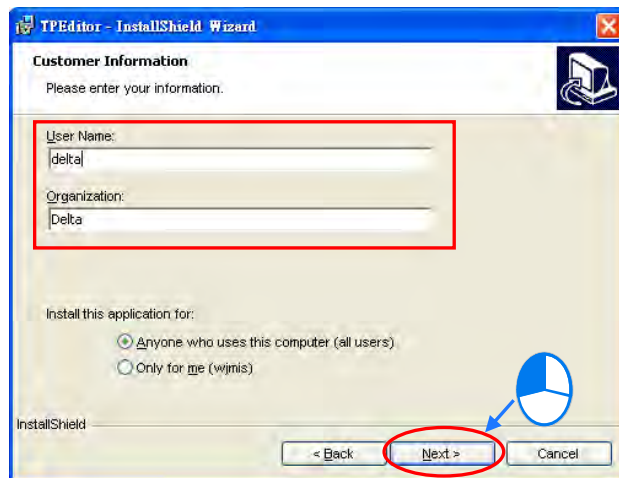

图 1-3 安装过程
- (5) 输入用户的相关信息后，按下「**Next**」进行后续的安装工作。如图 1-3。